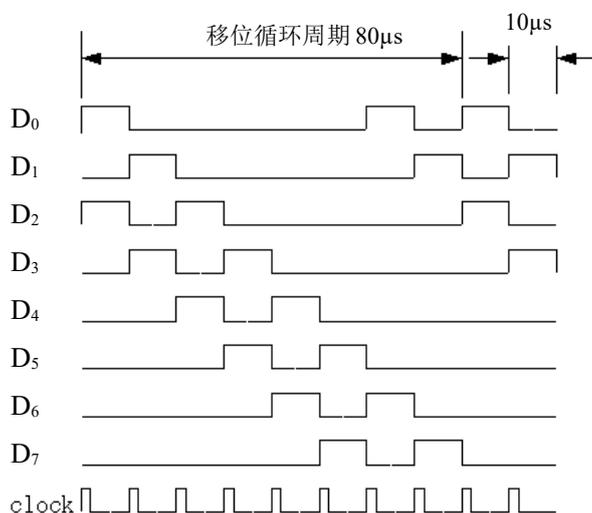

图 2 数字信号发生电路循环输出时序波形
(1) 设计制作 8 位数字信号发生电路，可产生 8 位并行移位循环输出的 TTL 电平信号，TTL 电平的外输入移位时钟 clock 信号频率为 100kHz， $D_0 \sim D_7$ 循环输出的时序波形如图 2。（20 分）